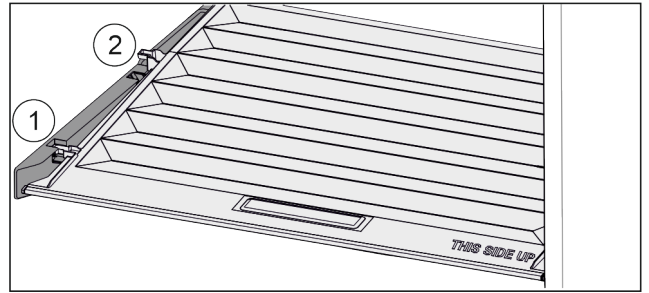

Fig. 44
- ▶ Deksel tot de opening in de vasthouddelen naar voren trekken Fig. 44 (1).
- ▶ Aan de achterkant vanaf de onderkant omhoog tillen en vanaf de bovenkant verwijderen Fig. 44 (2).